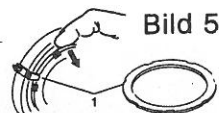

Bild 5
2. Zeitring aus Halterung herausnehmen (Bild 5)